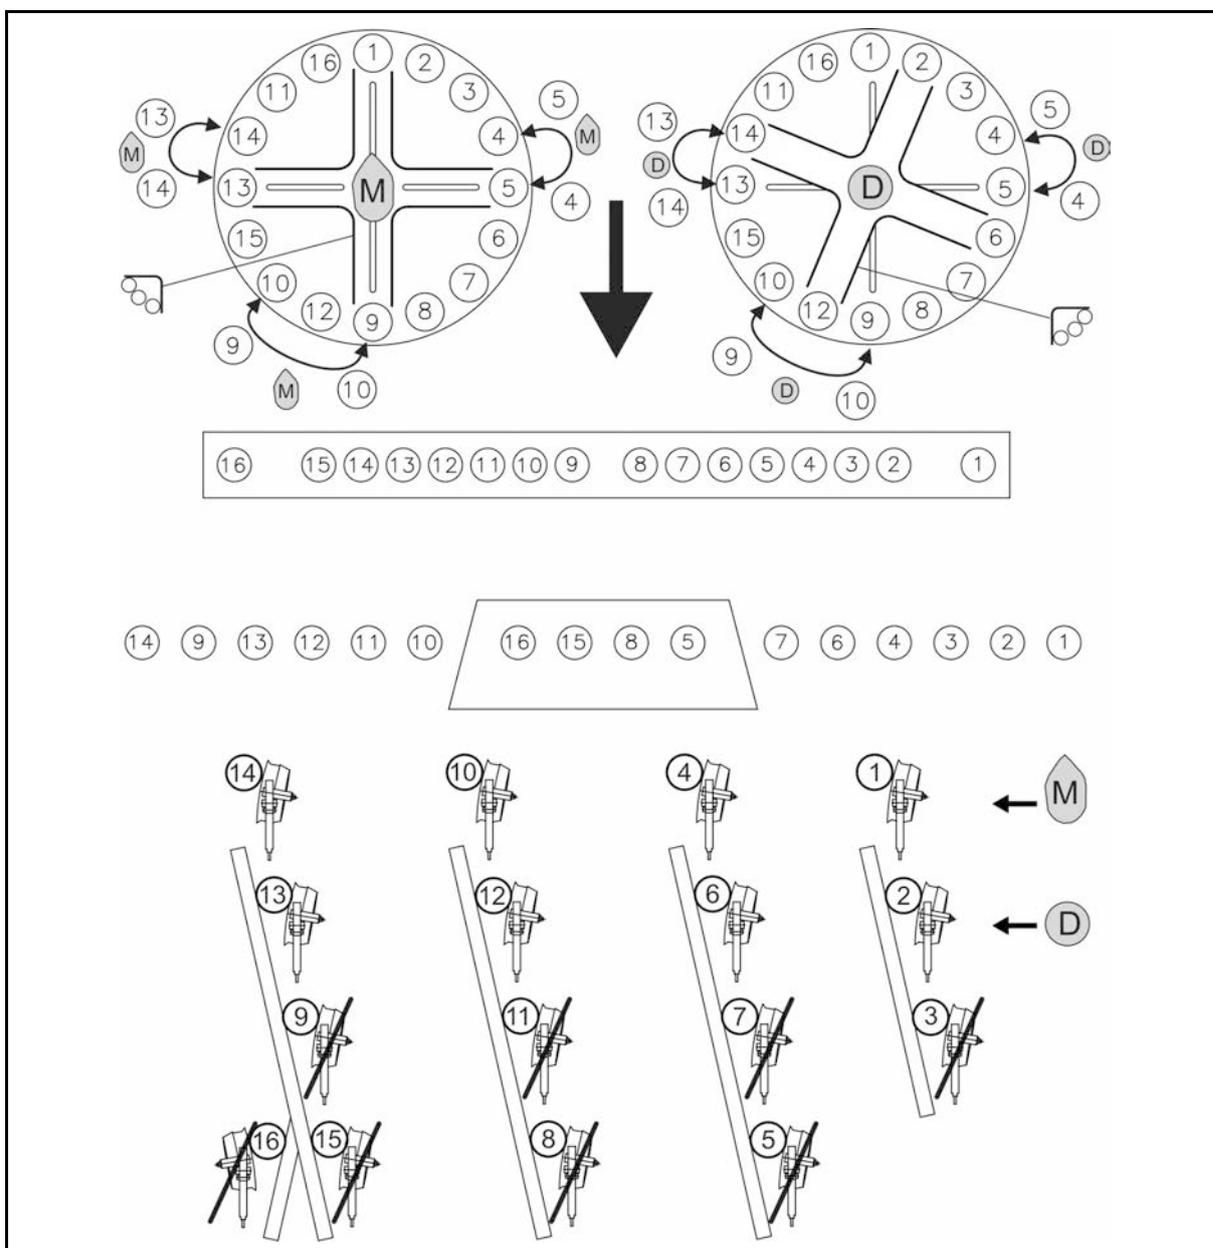

Fig. 37
- Maïs ^M : Monter la tôle de fermeture conformément à Fig. 37.
- Engrais ^D : Monter la tôle de fermeture conformément à Fig. 37.